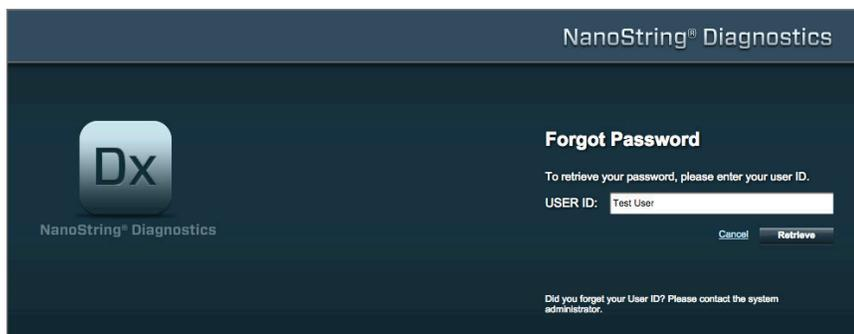

FIGURA 4.3: A página de envio de palavra-passe esquecida
- Clique na ligação junto de "Forgot your password?" (Esqueceu-se da palavra-passe?) para aceder à página de envio de palavra-passe esquecida (FIGURA 4.3).